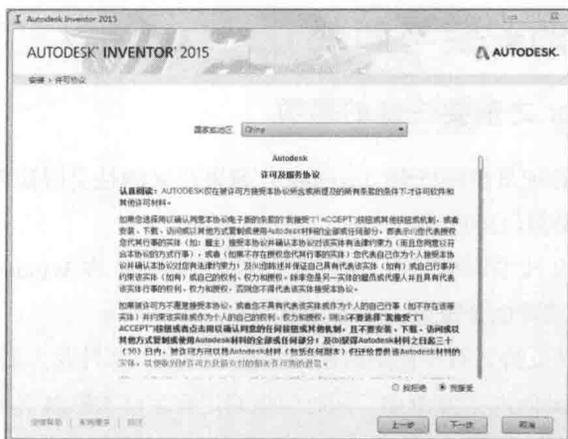

图 1-6 “许可协议”界面
(2) 单击“安装”按钮，进入“许可协议”界面，选择“我接受”选项，如图 1-6 所示。